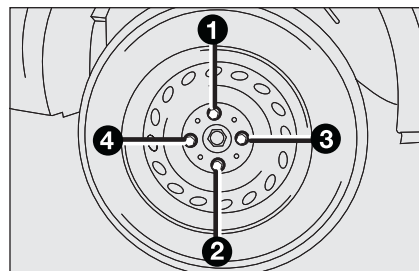

fig. 8
- ☐ serrer à fond les boulons, en passant alternativement d'un boulon à celui diamétralement opposé, suivant l'ordre indiqué sur la **fig. 8**.
- ☐ en se servant de la clé fournie, serrer à fond les boulons selon l'ordre représenté **fig. 8**;